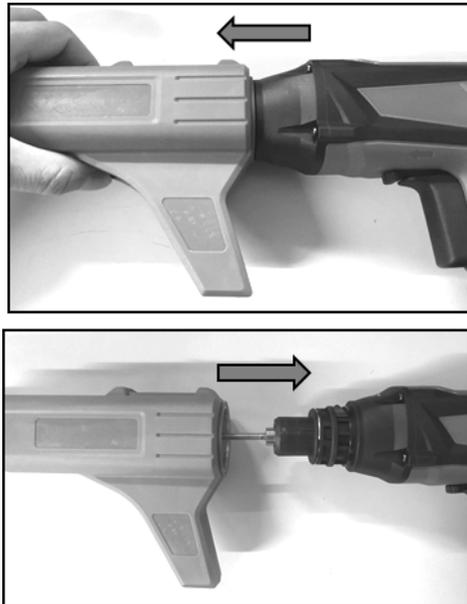

Рисунок 7
4.5 Встановлення та зняття автоматичної насадки (рис.7)